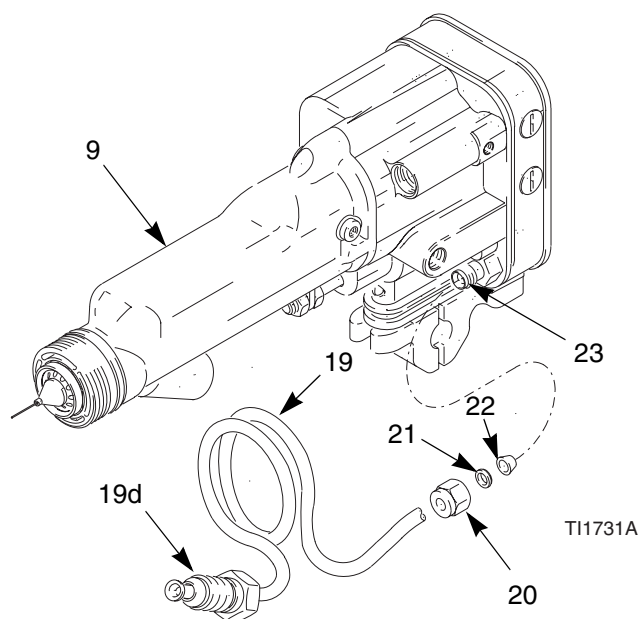

Abb. 10. HC Umrüstsatz
1. Die Turbinenluft (TA) ausschalten.
4. Den Haltering (1), die Luftkappe (3) und das Abdeckblech (2) abnehmen.
5. Teile-Zeichnung für das Modell 244589 auf Seite 45 beachten. Die zwei Muttern (20) lösen und das Materialrohr (19) sowie die Klemmringe (21, 22) abnehmen. Die anderen Teile (14, 15, 16, 17, 18) an der Öffnung des Pistolenlaufs entfernen.
6. Die Schleifen des Materialrohrs (19) auf den Pistolenlauf (9) schieben.
7. Das Gewinde am Pistolenlauf muss sauber und trocken sein. Dielektrisches Fett, Graco Teile-Nr. 116553, auf das Gewinde des Materialfittings (19d) und die O-Ringe auftragen. Den Fitting in die Einlaßöffnung des Pistolenlaufs einschrauben. Siehe Abb. 10.
8. Die Mutter (20) und die Klemmringe (21, 22) auf das gewendelte Rohr (19) schieben. Das Ende des Rohrs in den Fitting (23) schieben. Sicherstellen, dass die Klemmringe im Fitting sitzen. Die Mutter (20) festziehen.